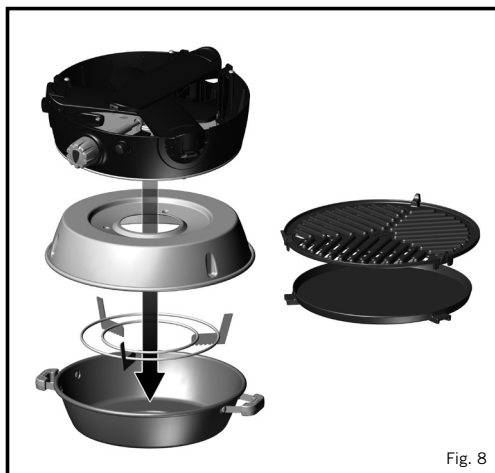

Fig. 8
- Låt apparaten svalna innan du packar in den. Gör ren den, Vik sedan ihop apparaten som beskrivet i avdelning 3 ovan. Sätt först grytan / hoven i botten av påsen. Sätt sedan grytstativet upp-och-ner inuti grytan. Sätt Fettpannan upp-och-ner ovanpå Grytan och Grytstativet. Sätt sedan själva apparaten upp-och-ner ovanpå Fettpannan. Lägg in Gallret och den Flata Pannan i deras respektive fack i påsens lock och dra till blixtlåsen. Vik locket över påsen och dra ihop blixtlåset. (Fig. 8)